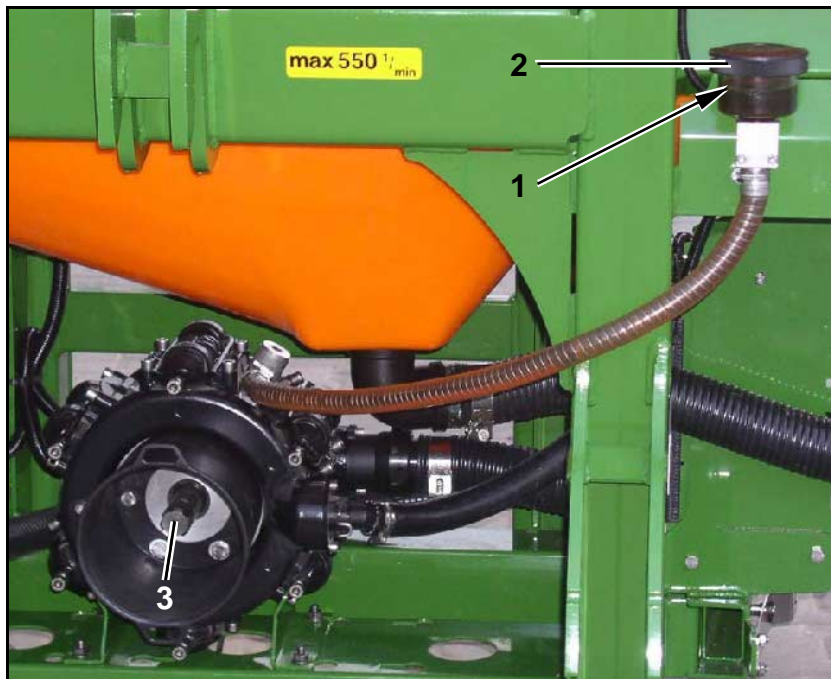

Fig. 229
1. Kontrollieren, ob der Ölstand an der Markierung (Fig. 229/1) bei nicht laufender und waagrecht stehender Pumpe sichtbar ist.
2. Den Deckel (Fig. 229/2) abnehmen und Öl nachfüllen, wenn der Ölstand an der Markierung (Fig. 229/1) nicht sichtbar ist.
2. Deckel (Fig. 229/2) abnehmen.
- 3.2 Antriebswelle (Fig. 229/3) so lange von Hand verdrehen, bis das alte Öl vollständig ausgelaufen ist. Darüber hinaus besteht die Möglichkeit, das Öl an der Ablass-Schraube abzulassen. Hierbei bleiben jedoch geringe Ölrreste in der Pumpe, daher empfehlen wir die erste Vorgehensweise.
5. Antriebswelle (Fig. 229/3) wechselweise nach rechts und links drehen und neues Öl langsam auffüllen. Die korrekte Ölmenge ist eingefüllt, wenn das Öl an der Markierung (Fig. 229/1) sichtbar ist.